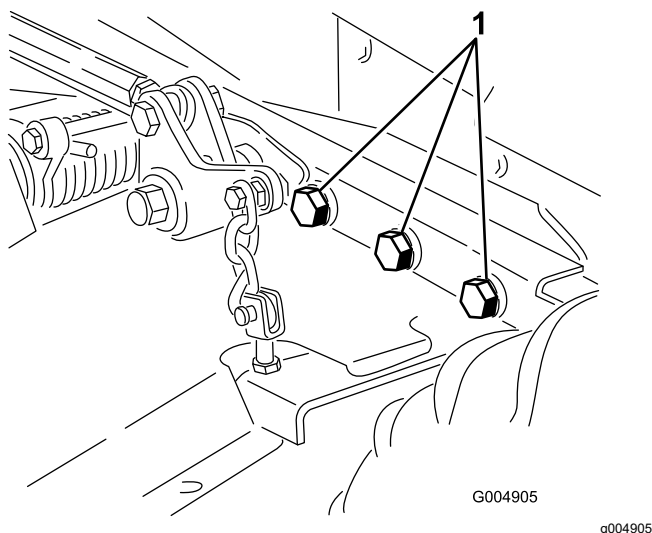

Figure 65
5. Vérifiez le serrage de toutes les fixations et resserrez-les au besoin. Serrez les 6 boulons qui fixent le cadre du plateau de coupe au groupe de déplacement (Figure 65) à 359 N·m.